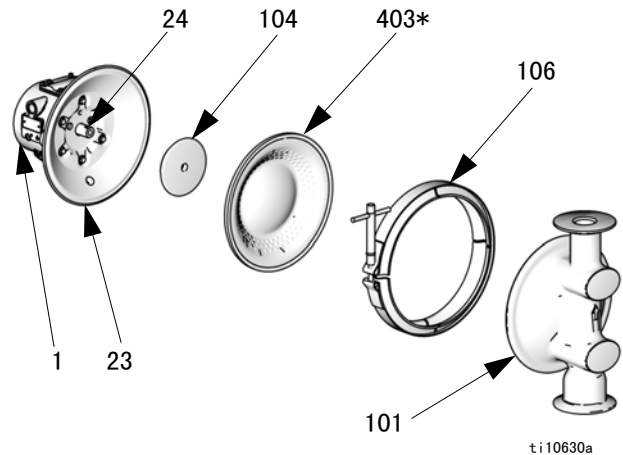

图 12
3. 卸下固定与空气盖 (23) 连接的流体盖 (101) 的管夹 (106)。将流体盖 (101) 从泵上拉出。见图 12。
5. 隔膜用手拧紧组装。要拧松隔膜，应牢固地抓住两个隔膜的外沿并逆时针旋转。其中一个隔膜组件可任意移动，而另一个仍然连接在轴上。卸下可任意移动的隔膜 (403) 和空气侧隔膜板 (104)。
6. 将对面的隔膜组件和轴 (24) 拉出中心机壳 (1)。用 19 毫米开口扳手夹住轴平面并将隔膜和空气侧隔膜板从轴上卸下。
7. 检查隔膜轴 (24) 是否有磨损或刮伤。若已损坏，则应检查轴承 (19) 情况。若轴承已损坏，则请参阅第 26 页。
8. 将 O 形圈挑针伸到中心机壳 (1) 内，并勾住 U 形环垫圈 (402)，然后将其一起从机壳中拉出。轴承 (19) 未卸下也可以进行这个操作。